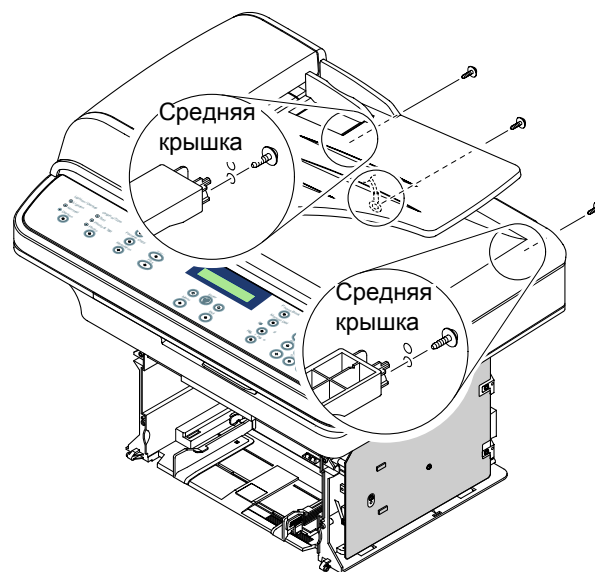

Рисунок 1
4. Выкрутите два винта из средней крышки и винт, который крепит кабель заземления, рисунок 1.